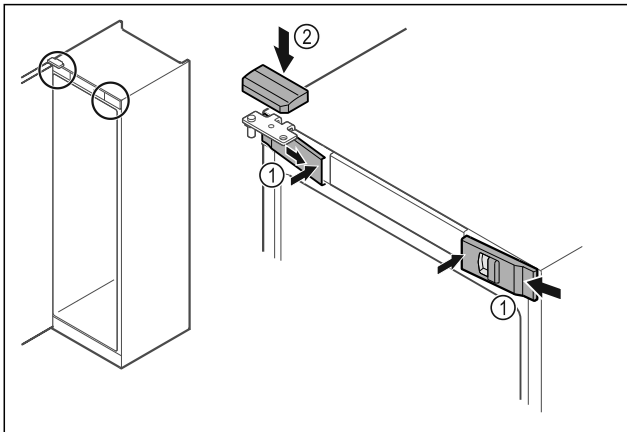

Fig. 54
- ▶ Αναρτήστε τα μπροστινά καλύμματα Fig. 54 (1) στο πλάι και κουμπώστε τα εσωτερικά.
- ▶ Κουμπώστε το επάνω κάλυμμα Fig. 54 (2) από πάνω.